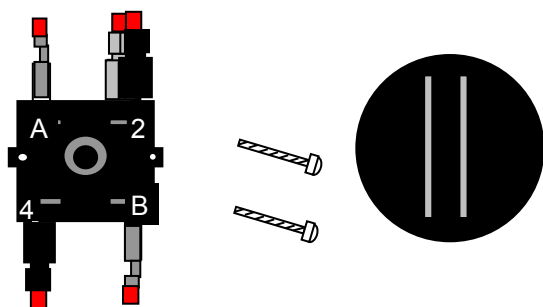

рис. 2
3. Подключите монтажные провода к новому переключателю режимов согласно монтажным схемам. Обратите внимание на то что бы провода с изолирующей термоусадкой были подключены к тем клеммам переключателя которые могут касаться корпуса (на рис. 2 затемнены).